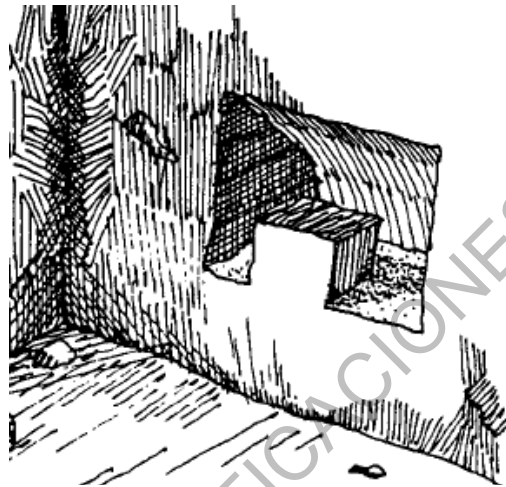

Figura 104 - 3. Toma de una muestra en la pared de una calicata
- 3.2.1** Se rebaja la pared escogida hasta que el terreno descubierto conserve su estructura y propiedades. Luego se efectúa un primer tallado hasta dejar el bloque como lo muestra la Figura 104 - 3. Como la cara posterior de la muestra es muy difícil de tallar antes de desprenderla por su parte inferior, hay que hacerlo una vez desprendido el bloque. El resto de las operaciones se realiza como en el caso de las muestras de fondo.